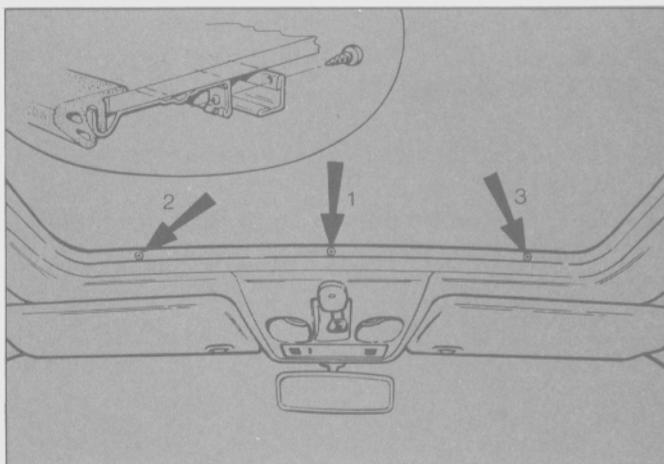

Fig. 330
- Retirar los tornillos de sujeción y las grampas (Fig. 330). y deslizar el marco hacia atrás.
- Insertar las grampas por los soportes del marco del cristal (Fig. 330).
- Instalar los tornillos en las grampas en el orden que se muestra en la (Fig. 330).